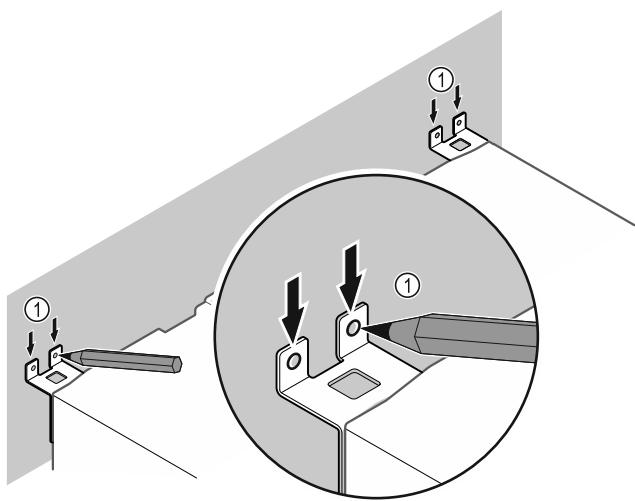

Fig. 12
- Сделайте метки на стене Fig. 12 (1).